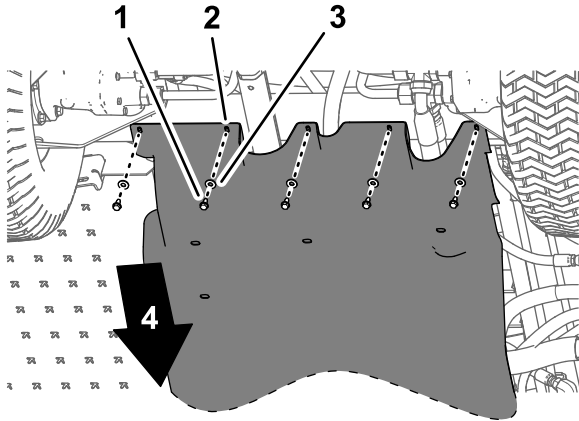

Figura 97
- Alinee los orificios de la parte trasera del protector de bajos con los orificios del chasis (Figura 97).
- Monte la parte trasera del protector de bajos en el chasis (Figura 97) con las fijaciones que retiró en el paso 1 de 4 Retirada del protector de bajos (página 12), como se indica a continuación: